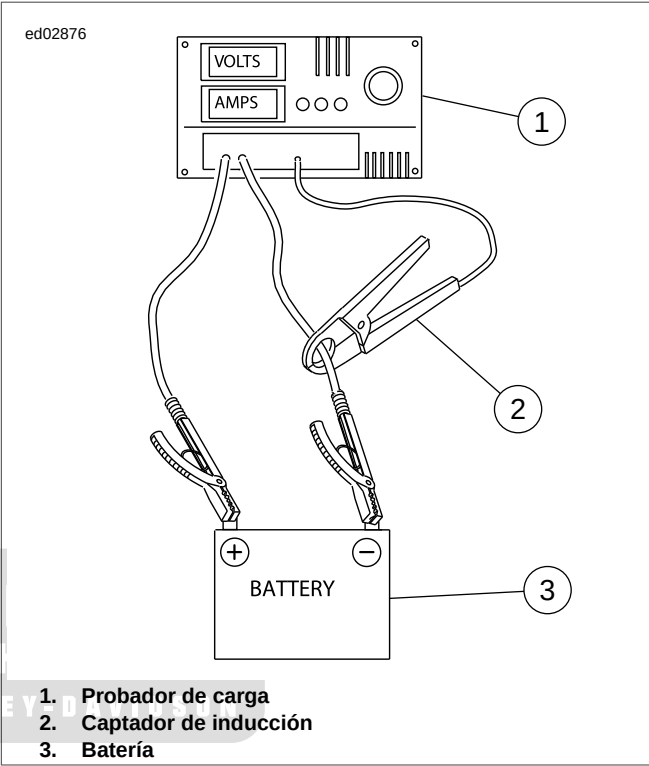

Figura 1-27. Prueba de carga de la batería
4. Vea Figura 1-27. Conecte los cables del probador a los bornes de la batería y coloque el captador de inducción sobre el cable negativo (negro).